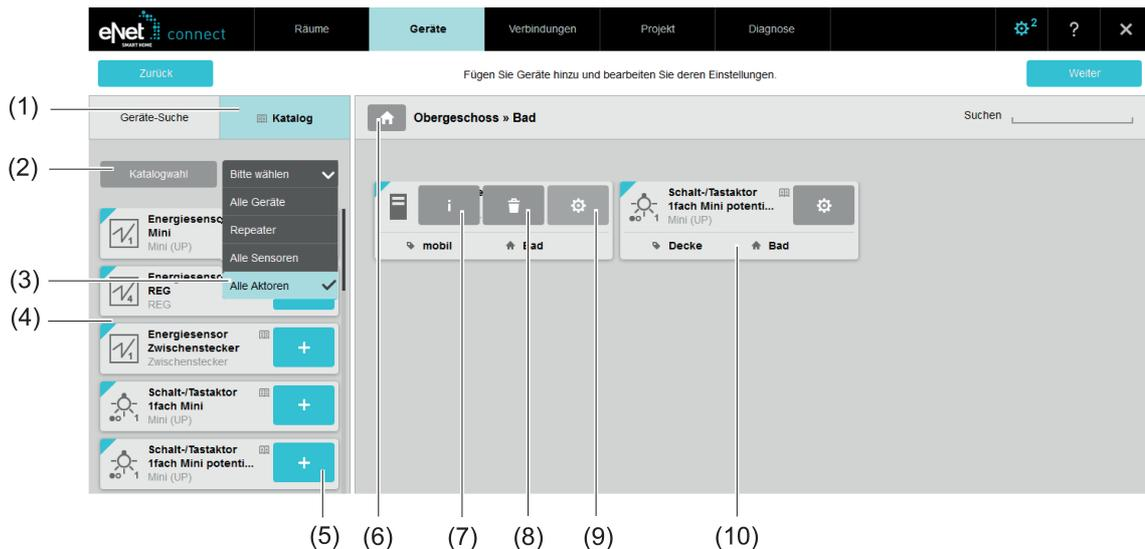

Bild 10: Kataloggeräte hinzufügen - Beispiel
Für nachträgliche Änderungen kann das Fenster für die Geräteeinstellungen über die Schaltfläche  in der Gerätedarstellung geöffnet werden (Bild 10) (9).